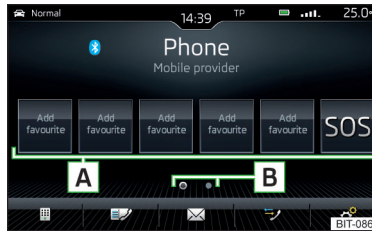

Abb. 209
- ▶ Im Hauptmenü *Telefon* die gewünschte freie Funktionsfläche **A** » Abb. 209 antippen.
- ▶ Zum **Wechsel der Speichergruppe** die Funktionsfläche **B** » Abb. 209 antippen.
- ▶ Zur **Wahl** die belegte Funktionsfläche **A** » Abb. 209 antippen.
- ▶ Im Hauptmenü *Telefon* die gewünschte belegte Funktionsfläche **A** » Abb. 209 halten.